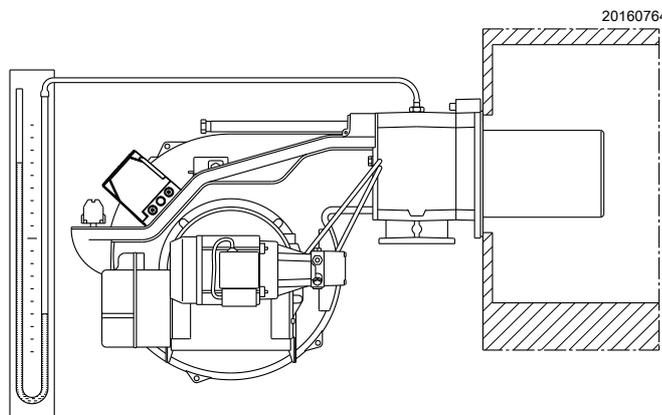

图 35
- ▶ 在管路接口处的燃气压力测试点上安装一个 U 型压力表 (图 35)。
燃气到达管路接口处时会显示在 U 型压力表 (图 35) 上。